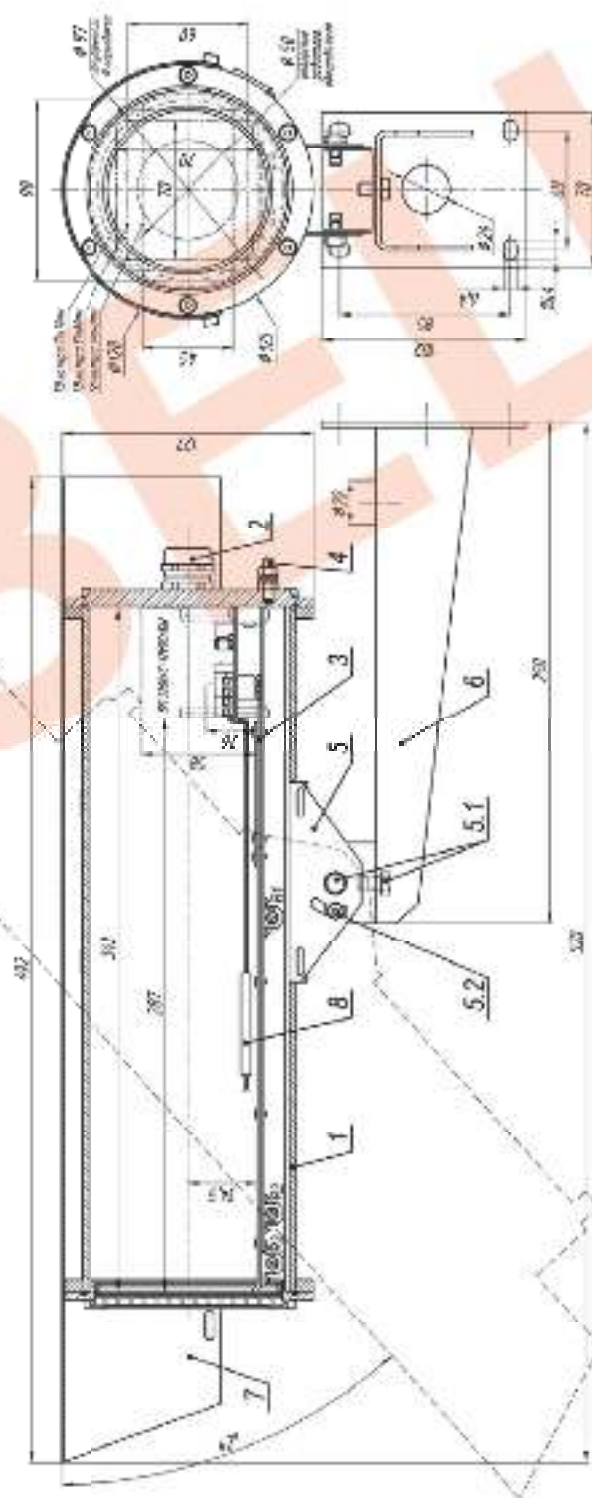

Рис.1 Состав и габаритно-установочные размеры ТГБ-9У
2. Выдвинуть модуль видеокамеры (рис.3 рис.1) из кожуха.
8. Ослабив болты и винты фиксации шарнира (поз.5.1 и 5.2 рис.1), установить гермобокс на нужное направление обзора после чего надежно зафиксировать шарнир затянув выше перечисленные болты и винты.
9. Заземлить гермобокс с помощью болта заземления (поз.4 рис.1).
В состав изделия входят (см. рис.1):